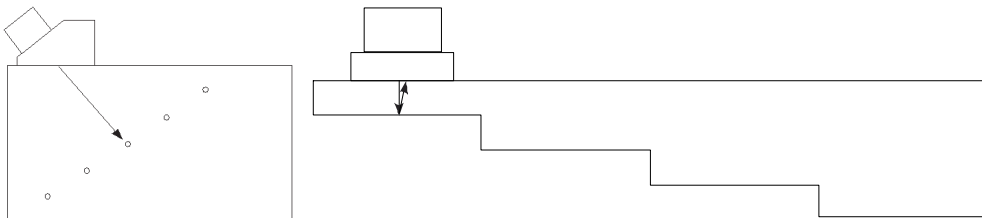

图 5-18 用于 DAC 校准的校准试块
1. 将探头放置于校准试块上，如第 138 页的图 5-18 所示。